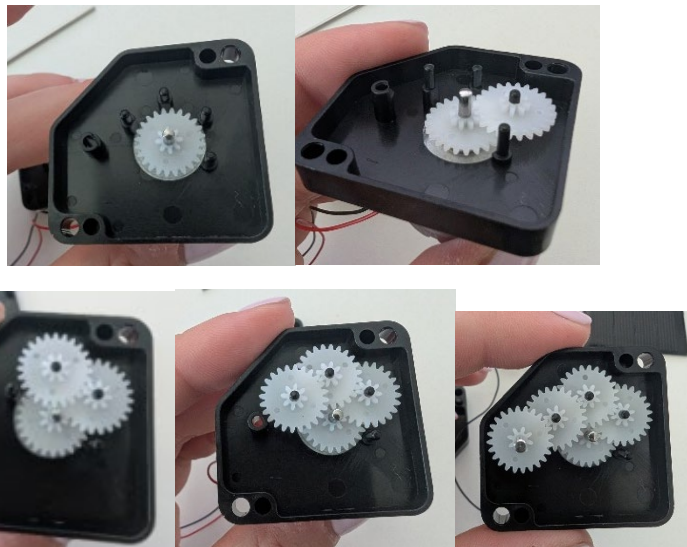

Abbildung 3: Getriebe Zusammenbau
2. **Zahnräder verbinden:** Bauen Sie die Zahnräder der Reihe nach ins Gehäuse ein, wie in Abbildung 3: Getriebe Zusammenbau gezeigt. Achten Sie darauf, dass alle Zahnräder ineinandergreifen und sich frei bewegen können.